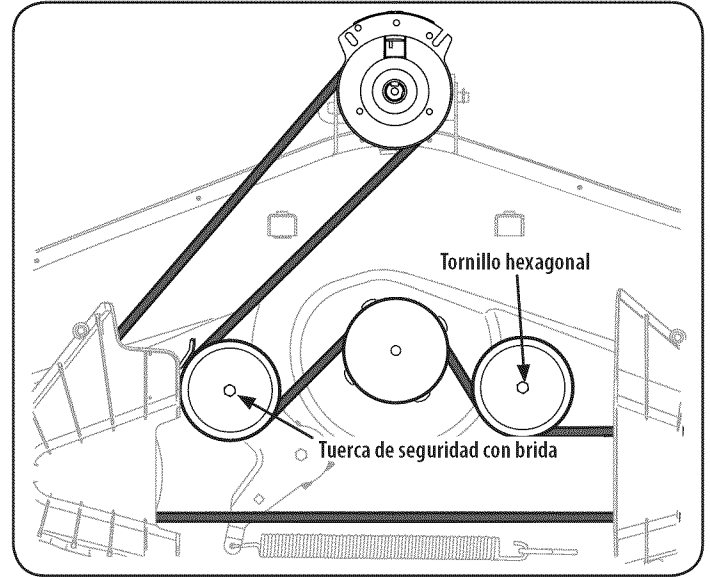
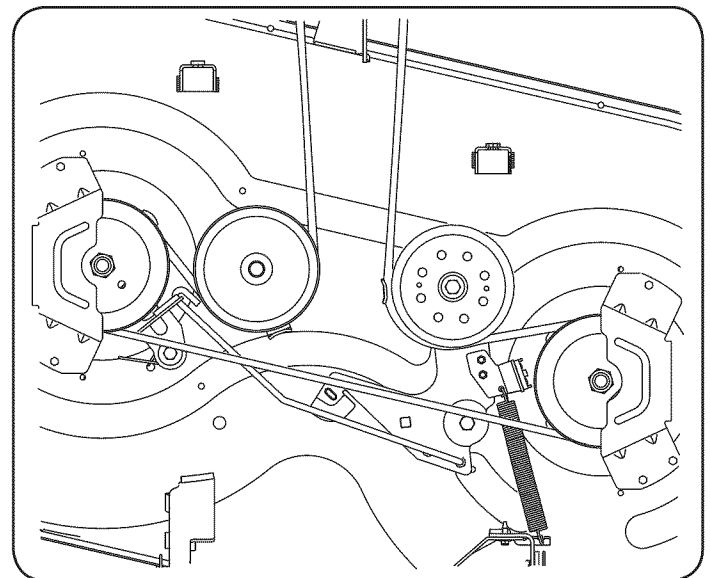
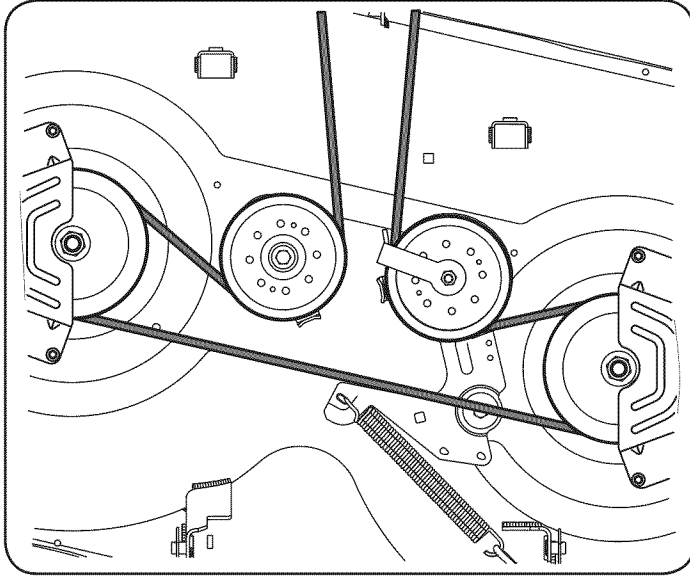

Figura 31
Figura 32
Figura 33
4. Coloque la correa nueva como se muestra en la Figura 31 para 42" Cubiertas, figura 32 para 46" Las cubiertas y la figura 33 para 54" de skate.